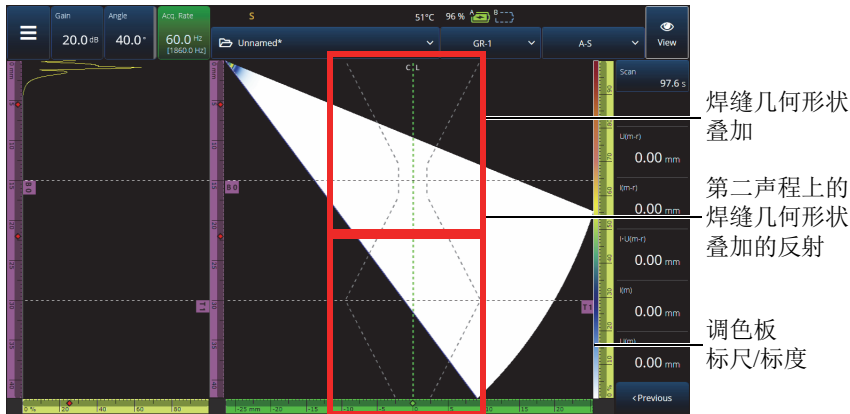
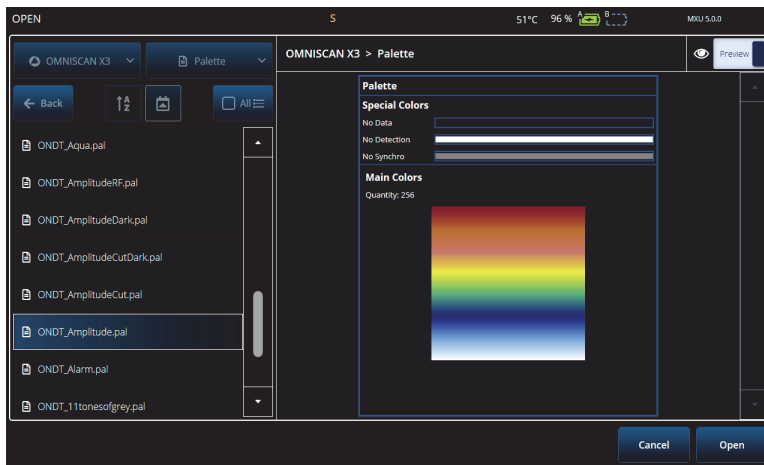
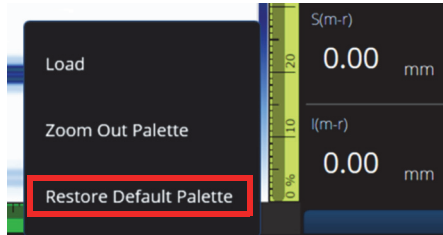

图 2-57 V 形间距焊缝几何形状叠加的示例
图 2-60 调色板选择器
图 2-61 恢复默认调色板
如果您所检测的工件带有叠加项目（焊缝或定制），您可以在叠加的显示和关闭状态之间切换。叠加项目是在 S 扫描视图上放置的焊缝几何形状图形或您所选的图形。这个功能有助于直观地看到信号指示相对于工件和焊缝几何形状的位置（参见第 101 页的图 2-57）。叠加反射（考虑到第二声程、第三声程等）可在 **Menu**（菜单）> **Display**（显示）> **Overlay**（叠加）> **Multiple Legs**（多个声程）中启动或关闭（ON/OFF）
- ◆ 点击并按住调色板的标尺 / 刻度（如第 101 页的图 2-57 右侧所示），然后选择 **Load**（加载）。查看可用的调色板，并点击 **Open**（打开），改变调色板（参见第 104 页的图 2-60）。
- ◆ 长按调色板的标尺/标度（如第 101 页的图 2-57 右侧所示）然后选择 **Restore Default Palette**（恢复默认调色板）（参见第 105 页的图 2-61）